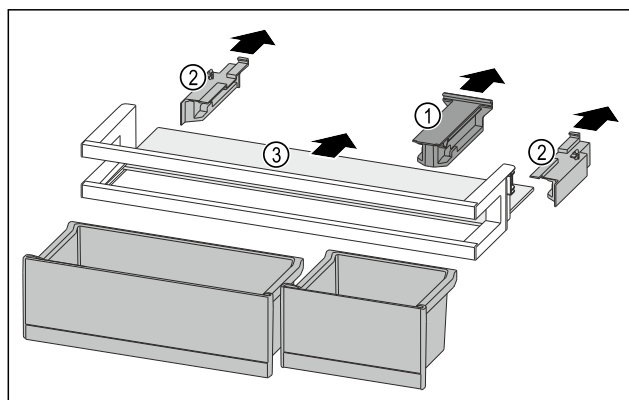

Fig. 236
- ▶ Снимите крепление Fig. 236 (1).
- ▶ Снимите боковые части Fig. 236 (2).
- ▶ Извлеките съемную полку Fig. 236 (3).